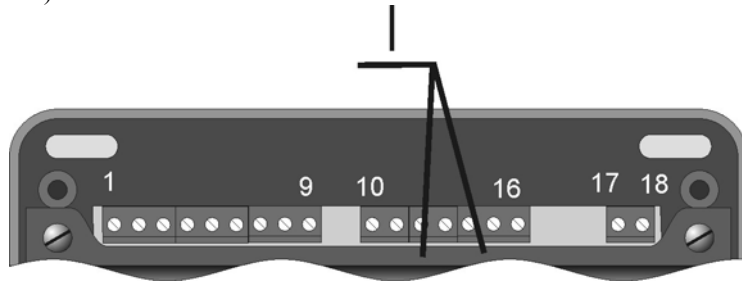

Рисунок 3.3.1.
3.3.1. На оконечных (крайних) устройствах, приборах или БПП, должны быть установлены перемычки (джамперы) в позиции I, которые обеспечивают исходное состояние и нагрузку соединительных линий интерфейса RS485 (см. рис. 3.3.1).